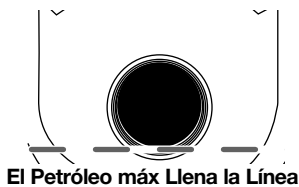

Fig. 23
5. La mirada en el petróleo llena hoyo, utiliza una linterna si necesitado. El petróleo debe estar tocando apenas las interiores la mayoría de los hilos (Fig. 23).
6. Si el nivel de aceite no está tocando la rosca más interior del agujero de llenar aceite, añada una pequeña cantidad al agujero de llenar aceite y vuelva a comprobar (Fig. 23). Repita este procedimiento hasta que el nivel de aceite alcance la rosca más interna del agujero de llenar aceite.